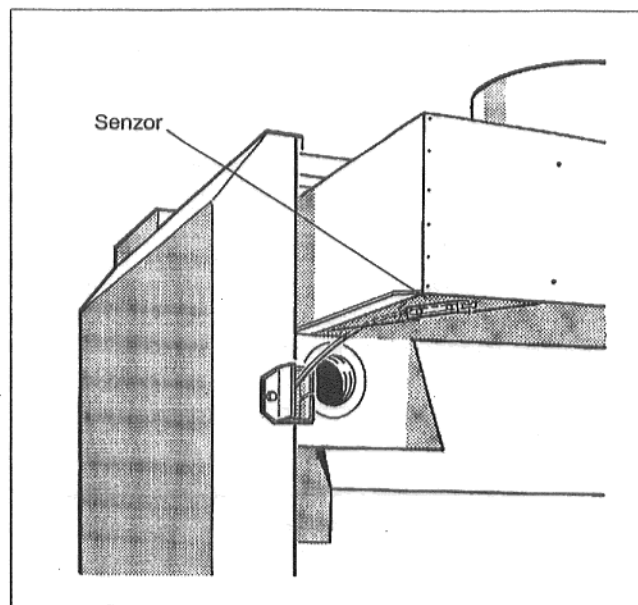

Fig. 26: Senzorul de supraveghere a gazelor de ardere
- Senzorul de temperatură al gazelor de ardere se va deșuruba de la dispozitivul de menținere al curentului de gaze (Fig. 26).